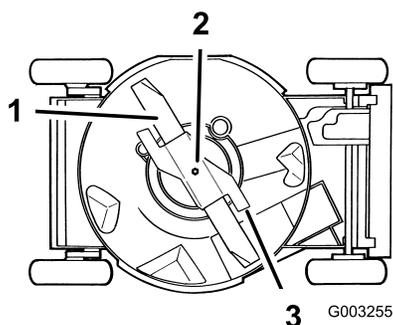

Figure 31
4. Basculez la machine avec le filtre à air en haut (Figure 31).
Tenez la lame à son extrémité avec un chiffon ou un gant épais. Enlevez le boulon de lame, la rondelle de blocage, l'accélérateur et la lame (Figure 31).